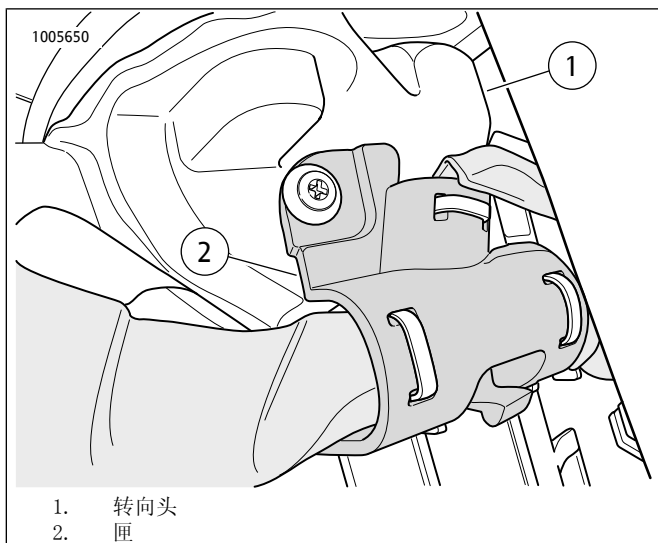

图8. 转向头
9. 参见图8。将48英寸线束端头布设至转向头(1)。使用盒(2)固定线束。